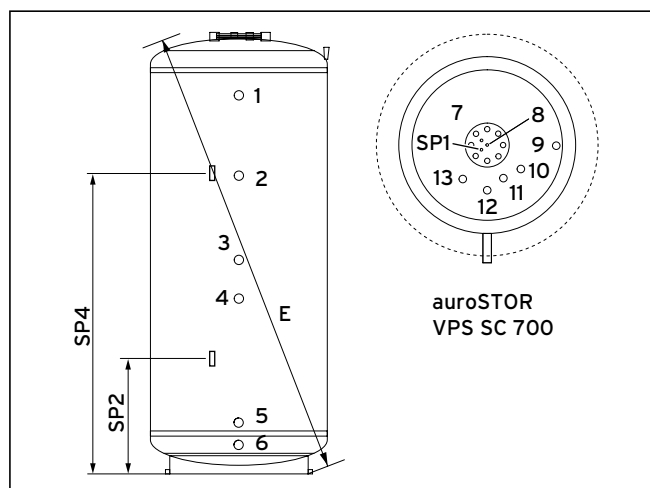

Рис. 3.2 Монтажные размеры при опракидывании и присоединительные размеры накопителя auroSTOR VPS SC 700
- Установите трубопровод для подключения холодной воды (13, рис. 3.2) с необходимыми устройствами безопасности. При имеющемся на месте установке давлении воды менее 10 бар можно установить группу безопасности DN 20, прошедшую испытания детали.
- Установите трубопровод для подключения подающей линии дополнительного нагрева горячей воды (10, рис. 3.2).
- Установите трубопровод для подключения горячей воды (11, рис. 3.2).
- При необходимости установите циркуляционную линию в месте подключения этой линии (12, рис. 3.2).